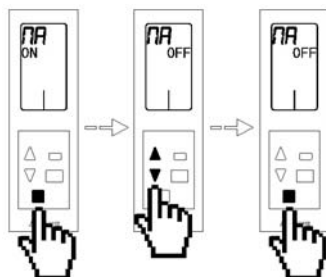

Fig. 74
- **Maestro $\overline{M}$:** Mostra se il termostato è configurato come maestro $\overline{M}$ o come zona $\overline{OFF}$. Per modificare il parametro premere $\square$, ed il parametro inizierà a lampeggiare, utilizzare le frecce $\triangle \nabla$ per modificare il valore e premere $\square$ per confermare. Premere $\square$ per tornare al menù precedente. (Fig.74)